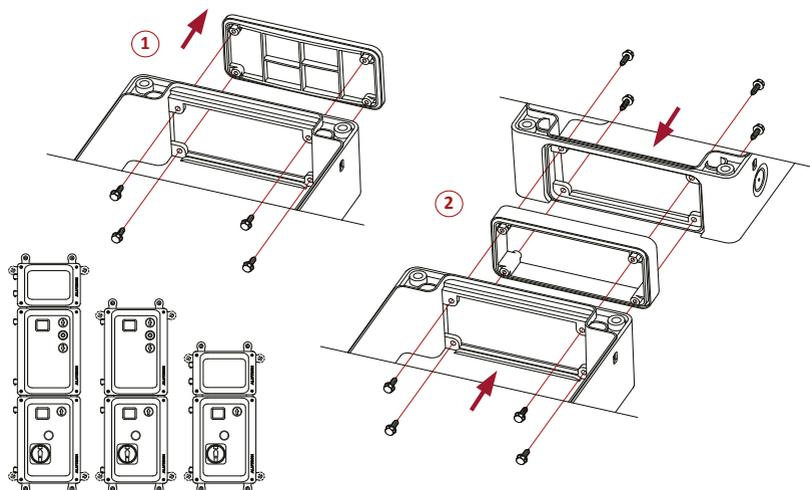

Рисунок 6
- Если к блоку будет присоединен, например, блок управления промышленными воротами или модуль расширения, то воспользуйтесь переходником из комплекта блока (**Рисунок 6**). Предварительно снимите установленную глухую крышку в основании корпуса, затем с помощью винтов ключом прикрутите переходник.